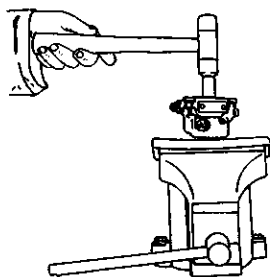

图 3-217 安装转向齿轮轴密封圈
5) 使用专用工具 VW065 和塑料榔头, 把新的密封圈安装在转向器分配阀外壳上, 如图 3-217 所示。